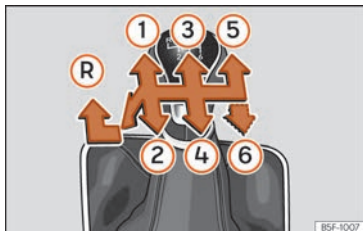

Abb. 100 Schaltschema bei einem 5-Gang bzw. 6-Gang Schaltgetriebe
Auf dem Schalthebel sind die Positionen der einzelnen Fahrgänge dargestellt >>> (Abb. 100).
- Schalthebel in die Neutralstellung bringen und nach unten drücken. Schalthebel ganz nach links und dann nach vorn in die Rückwärtsgangposition schieben >>> (Abb. 100) (R).